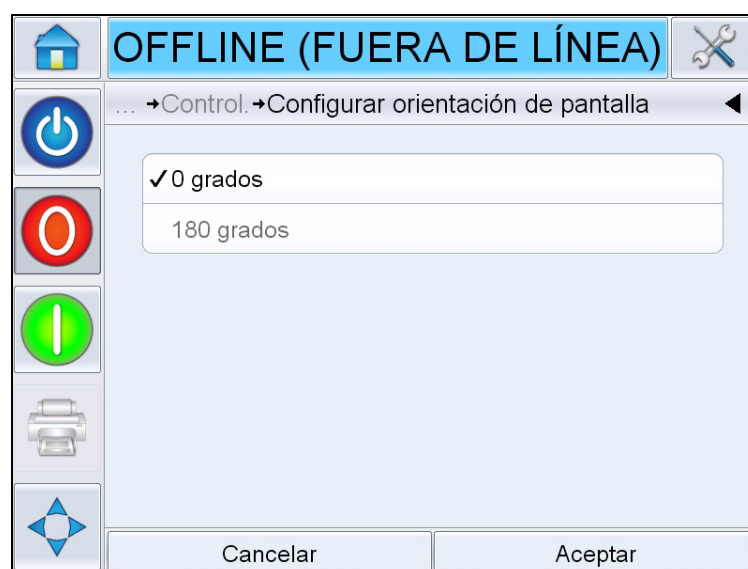

Figura 5-9: Configurar orientación de pantalla
- 2 Seleccione *Configurar orientación de pantalla* en la lista. Aparecerá la página *Configurar orientación de pantalla* (Figura 5-9).